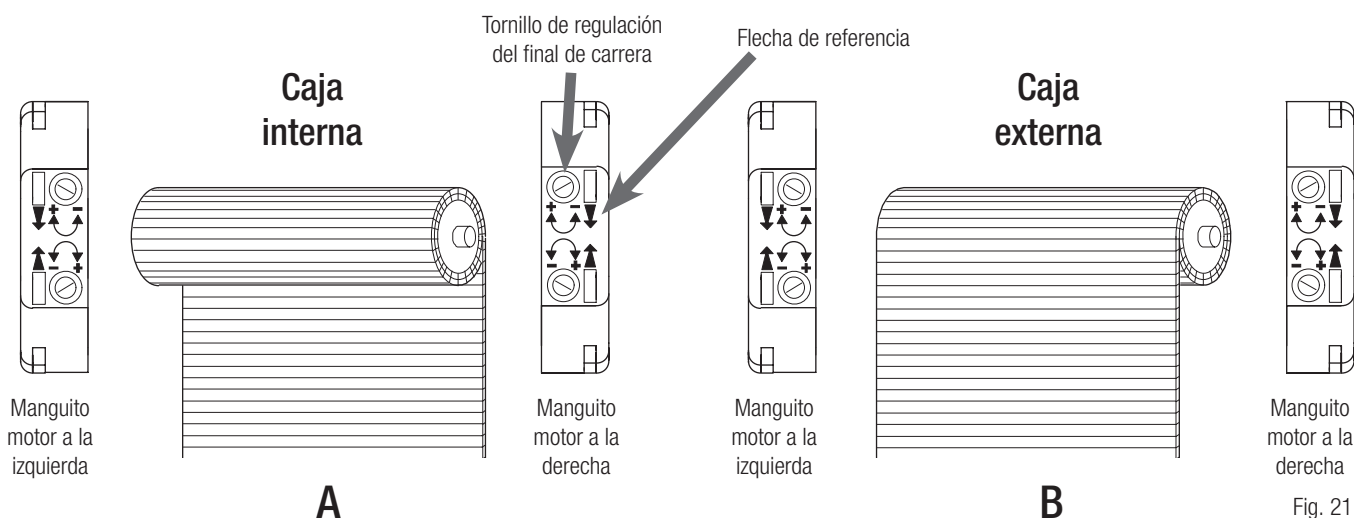

Fig. 21
9.2 CONFIGURACIÓN CON CAJA INTERNA (Fig. 21 ref. A)
9.3 CONFIGURACIÓN CON CAJA EXTERNA (Fig. 21 ref. B)